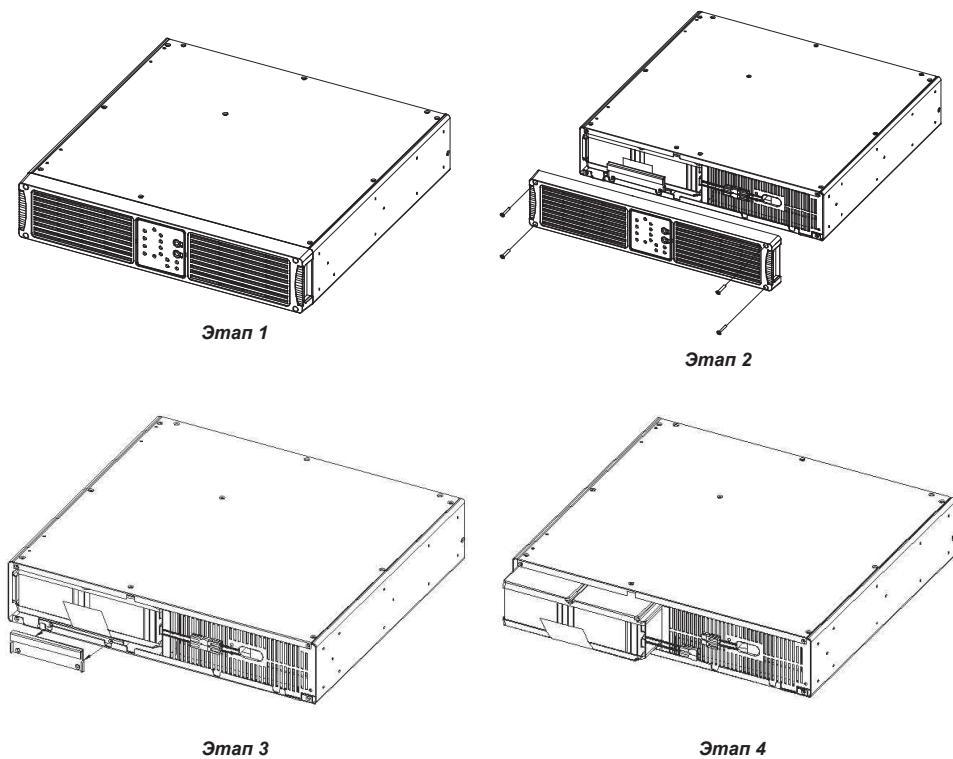

Рис. 5-1. Замена батареи
5.1 Замена батареи (см. рис. 5-1)